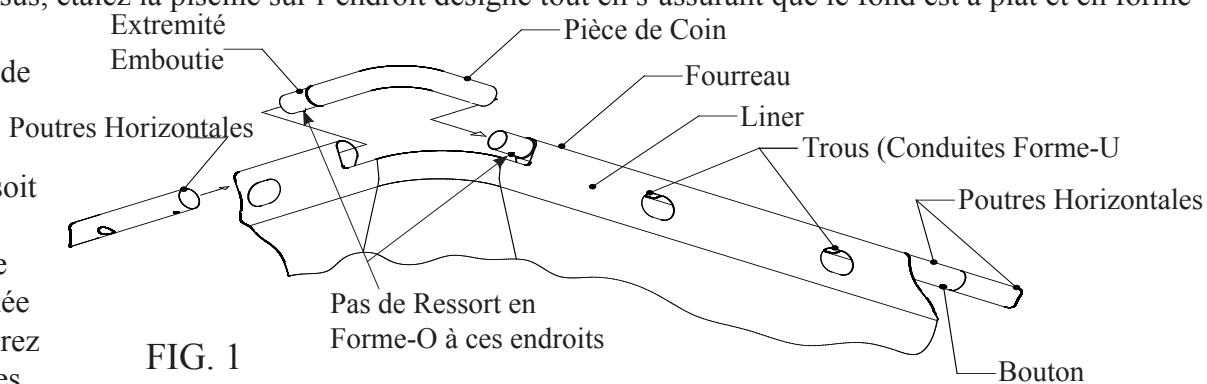

FIG. 1
- Repérez les quatre conduites (Pièces de Coin) métalliques Fig. 1, ensuite placez une à chaque coin de la piscine. Maintenant repérez les (Poutres Horizontales), introduisez un (Ressort en Forme-O) voir Fig 2, dans chaque petite extrémité emboutie de celles-ci seulement pour joindre en longueur les poutres ensemble.
sur les deux courts côtés, tandis que les poutres longues se montent sur les deux côtés longs. Placez la moitié des poutres courtes le long de chaque côté court de la piscine et la moitié des poutres longues près de chaque côté long de la piscine. Commencez par glisser les Poutres Horizontales dans le fourreau de la piscine (**travaillez dans le sens des aiguilles d'une montre autour de la piscine en s'assurant que toutes les extrémités embouties soient dirigées dans le sens des aiguilles d'une montre**) voir Fig. 1 et référez-vous à "Vue d'Ensemble de Toutes les Pièces du Support Tubulaire" en page 2.
5. Raccordez les (Poutres Horizontales), poussez le bouton en même temps que vous introduisez chaque poutre dans l'extrémité de la poutre suivante. Tournez lentement chaque poutre pour aligner le bouton de l'une avec le trou de l'autre et s'assurer que le bouton s'est logé dans le trou, pour obtenir une connexion solide. Répétez cette procédure pour le restant des (Poutres Horizontales) et alignez les trous dans les Poutres avec les ouvertures du Fourreau de la piscine (Fig. 1), ces trous serviront au raccordement des supports en conduite en Forme-U sur les quatre côtés. Ensuite connectez les pièces de coin (**toujours en procédant dans le sens des aiguilles d'une montre avec les extrémités embouties dans le sens des aiguilles d'une montre**), joignez-les ensemble et répétez cette procédure pour les pièces de coin; si vous trouvez une difficulté à joindre la dernière pièce de coin, soulevez l'extrémité des deux conduites d'un angle permettant l'emboîtement de l'une dans l'autre tout en les abaissant lentement jusqu'à que les pièces s'emboîtent parfaitement. Maintenant il est temps de vérifier toutes les connexions des (Poutres Horizontales) et des (Pièces de Coin).